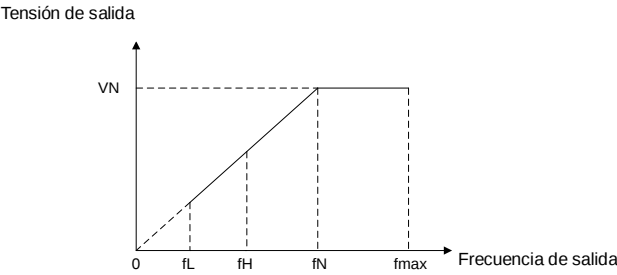

Fig. 6-8
El límite superior de frecuencia b0-09 es la frecuencia de ejecución máxima permitida definida por usuario y representada por f_H en Fig. 6-8.
El límite inferior de frecuencia b0-10 es la frecuencia de ejecución mínima permitida definida por usuario y marcada con f_L en Fig. 6-8.
En la Fig. 6-8, f_N representa la frecuencia nominal del motor mientras que V_N significa la tensión nominal del motor.
- La relación de rango entre frecuencia máxima y los límites superior e inferior de frecuencia se muestra en la Fig. 6-8.